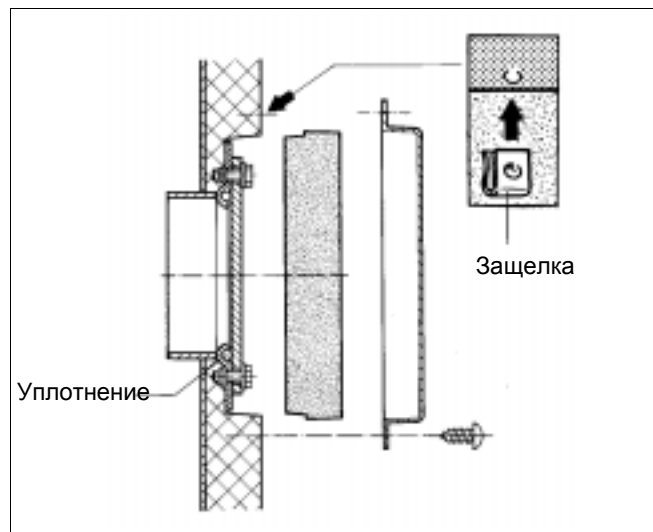

Рис. 9
- Вставить теплоизоляционную шайбу перед передней крышкой смотрового отверстия (рис. 9).
- Надеть 4 защелки на отверстия в фольге теплоизоляции (рис. 9).
- Закрепить четырьмя саморезами кожух перед крышкой смотрового отверстия (рис. 9).
- Отвернуть саморезы и снять кожух с переднего смотрового отверстия (рис. 9).
- Вывернуть болты из передней смотровой крышки и снять ее (рис. 9).
- Вставить теплоизоляционную шайбу у передней крышки смотрового отверстия (рис. 9).